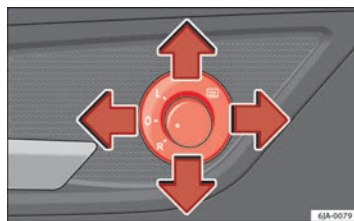

Fig. 69 Interior de la puerta: mando circular
- Ponga el mando circular en la posición ☐ ⇒ fig. 69.
- Ponga el mando circular en la posición L ⇒ fig. 69. Los movimientos del espejo son idénticos a los del mando circular.
- Ponga el mando circular en la posición R ⇒ fig. 69. Los movimientos del espejo son idénticos a los del mando circular. ►